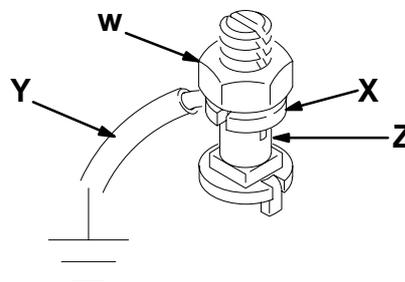

Fig. 2
1. **Bomba:** conecte un cable y una abrazadera de conexión a tierra a una tierra verdadera, tal como se muestra en la Fig. 2.
- a. Afloje la tuerca de apriete (W) y la arandela (X).
- b. Introduzca un extremo de un cable de conexión a tierra (Y) de un mínimo de 1,5 mm2 en la ranura del terminal (Z) y apriete firmemente la tuerca de bloqueo.